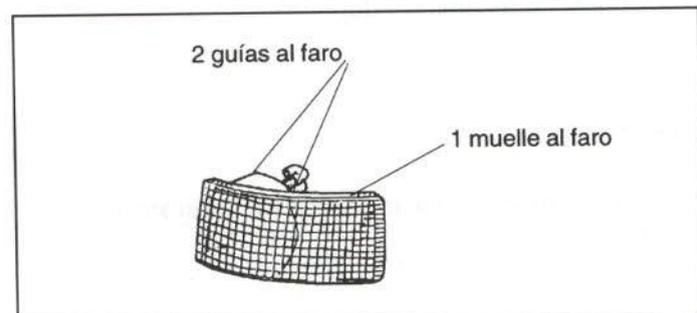

Figura 15.- Fijación del piloto
El piloto delantero va fijado al faro mediante dos guías y un muelle (figura 15).
- Pilotos de intermitencia (figura 15).